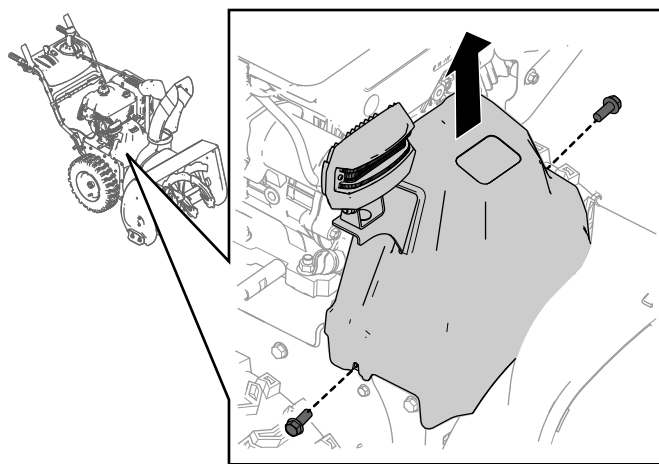

Figura 25
1. Scoateți cele 2 uruburi care fixează capacul curelei (Figura 25).
2. Îndepărtați capacul curelei (Figura 25).